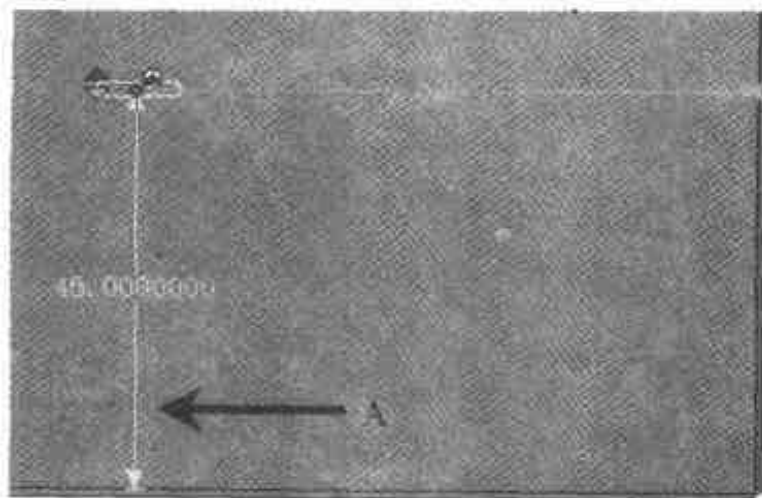

图 4.26 生成冲孔图素
- (2) 从右侧【钣金】设计元素库中拖入一个【窄缝】图素, 在侧面的正中心释放。右击如图 4.26 所示的数字 A 将窄缝距底板的距离改为 35。
- (3) 利用【三维球】将窄缝旋转  $90^\circ$ , 结果如图